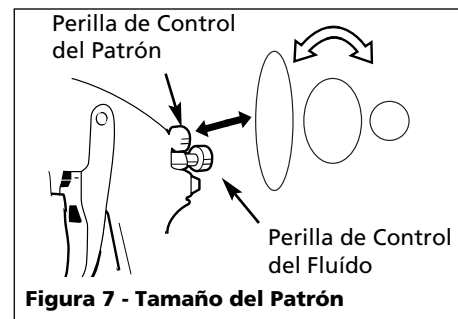

Figura 7 - Tamaño del Patrón
- Seleccione la forma del patrón. Si desea cubrir una superficie amplia, gire la perilla de control en sentido contrario a las agujas del reloj. Si desea un patrón circular, gírela en el mismo sentido de las agujas del reloj (Vea la Figura 7).